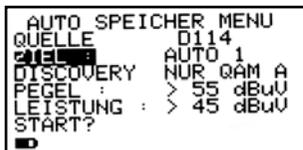

Abb. 1:
1. Wähle ZIEL und wähle als Zieldatei AUTOxx. Dort wird das Suchergebnis gespeichert. (Abb. 1)
2. Wähle DISCOVERY und stelle den Suchmodus ein. (Abb. 1)
3. Wähle PEGEL und stelle die Mindestschwelle der zu suchenden analogen Kanäle ein. (Abb. 1)
4. Wähle LEISTUNG und stelle den Mindestleistungspegel der zu suchenden digitalen Kanäle ein. (Abb. 1)
5. Wählen START?, um einen neuen Kanalplan zu erstellen und um die Suche zu starten. (Abb. 1)
1. Das Messgerät mit der HOME-Taste einschalten (Abb. 1)
2. CONFIG auswählen und mit ENTER bestätigen (Abb. 1);